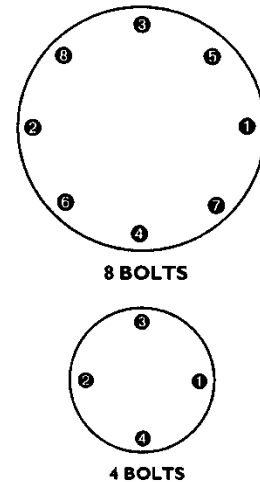

图 7 - 螺栓锁紧顺序
6. 根据图 7 以十字交叉的方式及每次 25% 的增量。例如, 如果需要的扭矩是 100 ft-lb, 每一次增量为 25 ft-lb, 以 25 ft-lb 锁紧, 然后是 50 ft-lb, 75 ft-lb, 100 ft-lb。